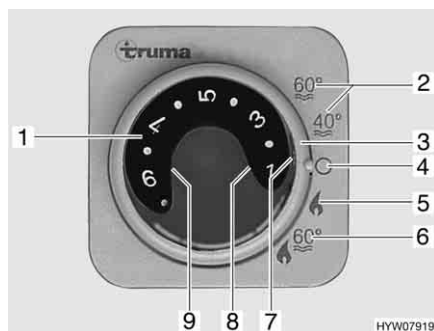

Fig. 61 Centralina di controllo per riscaldamento/boiler
- Impostare la modalità di funzionamento tramite l'interruttore girevole (Fig. 61,3).
A seconda della temperatura ambiente desiderata, il riscaldamento seleziona automaticamente il livello del bruciatore necessario. Al raggiungimento della temperatura ambiente desiderata, il bruciatore si spegne. La temperatura ambiente viene misurata con il sensore di temperatura, accanto al pannello di controllo. Durante la modalità di funzionamento "Riscaldamento e boiler" (Fig. 61,6) è riscaldata anche l'acqua nel boiler. Nella modalità di funzionamento "Riscaldamento senza boiler" (Fig. 61,5) è possibile far funzionare il riscaldamento con il boiler vuoto.
- Impostare la manopola della temperatura (Fig. 61,1) sulla centralina di controllo scegliendo la potenza desiderata.
- Posizionare l'interruttore girevole (Fig. 61,3) su funzionamento invernale "Riscaldamento senza boiler" (Fig. 61,5) o "Riscaldamento e boiler" (Fig. 61,6).
Si accende la spia verde di controllo (Fig. 61,7).
- Posizionare l'interruttore girevole (Fig. 61,3) su "O" (Fig. 61,4).